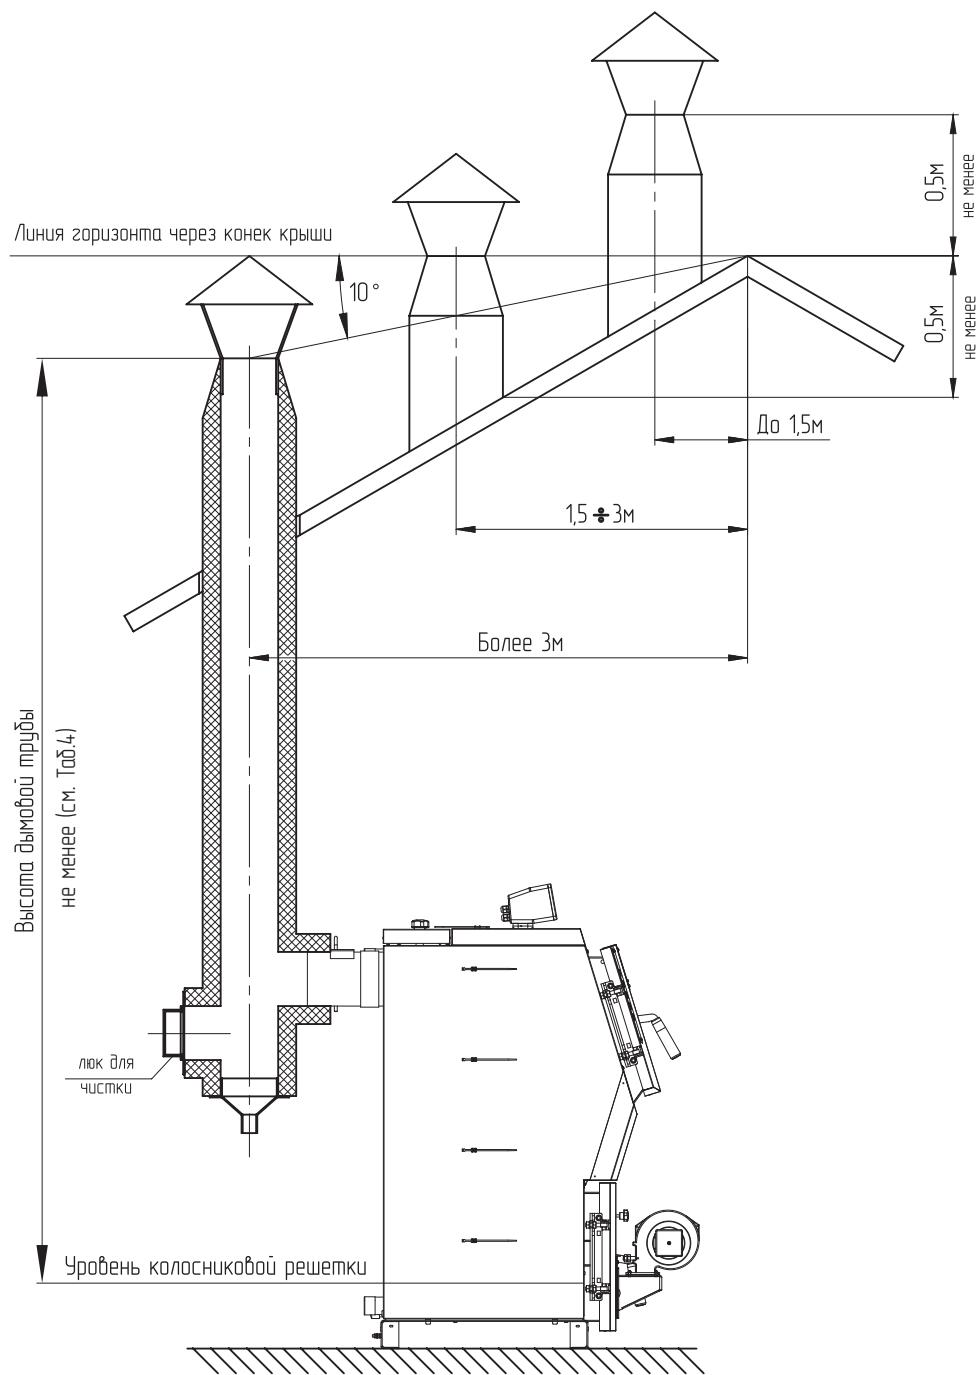

Рис.9 Варианты установки дымовой трубы
- Высоту дымовой трубы над крышей (в зависимости от расстояния ее до конька крыши) выполнить, в соответствии с **Рис.9**.